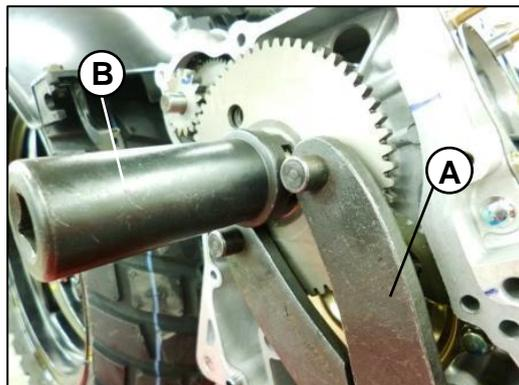

Fig. 09
Sostenga el piñón de arranque con una llave universal (A) retire la tuerca torre utilice la herramienta especializada (B). Fig.09